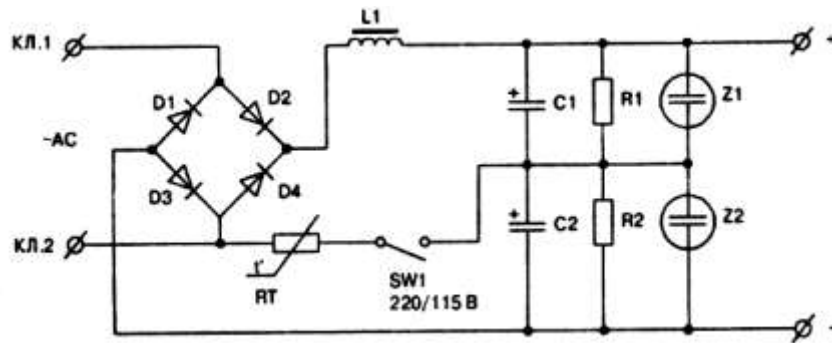

Рисунок 5 - Низкочастотный выпрямитель
*Низкочастотный выпрямитель.* Питание преобразователей осуществляется постоянным напряжением, которое вырабатывается низкочастотным выпрямителем (рис. 5). Мостовая схема выпрямления, выполненная на диодах D1...D4, обеспечивает надлежащее качество выпрямления сетевого напряжения. Последующее сглаживание пульсаций выпрямленного напряжения осуществляется фильтром на дросселе L1 и последовательно включенных конденсаторах C1, C2. Резисторы R1, R2 создают цепь разряда конденсаторов C1, C2 после отключения блока питания от сети. Одной из функций выпрямителя является ограничение тока зарядки входного конденсатора низкочастотного фильтра, выполненное элементами, входящими в состав выпрямительного устройства блока питания. Применение термисторов типа NTCR1, включаемых последовательно в цепь заряда конденсатора, позволяет устранить нежелательные эффекты заряда входного конденсатора низкочастотного фильтра. Принцип ограничения тока основан на нелинейных характеристиках этих элементов. Термистор имеет некоторое сопротивление в «холодном» состоянии, после прохождения пика зарядного тока резистор разогревается и его сопротивление становится в 20...50 раз меньше. В номинальном режиме работы оно останется низким. Преимущества этой схемы ограничения: простота и надежность. В высококачественных источниках питания используются варисторы Z1, Z2. Их применение объясняется необходимостью защиты блока от превышения напряжения в питающей сети.